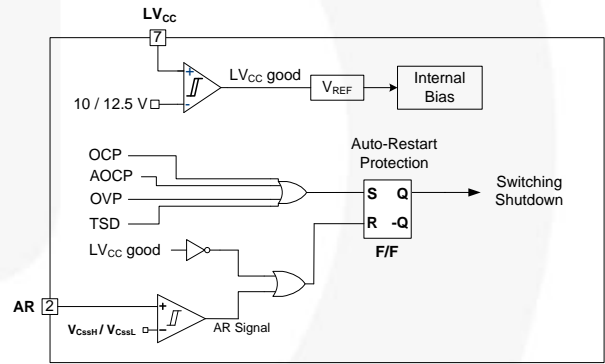

图 22. 保护框图
5. 保护电路: FSFR-XS 系列具有多个自我保护功能, 如过流保护 (OLP)、异常过流保护 (OCP)、过压保护 (OVP) 和热关断 (TSD)。这些保护为自动重启模式保护, 如图 22 所示。